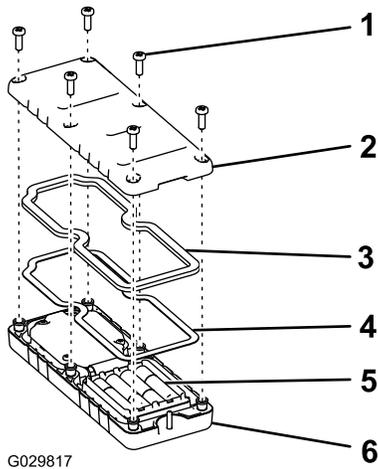

图40
- 放回后盖并用先前卸下的 6 个螺丝固定图40上紧螺丝扭矩至 1.51.7N·m。
- 从遥控器后面卸下 6 个螺钉然后取下后盖图40。